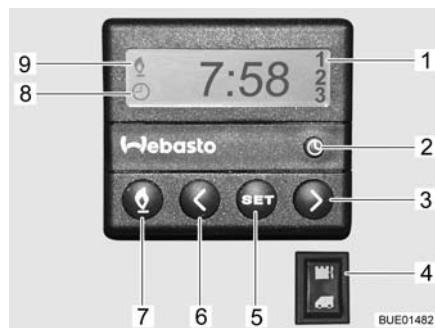

Fig. 124 Centralina di controllo (riscaldamento fisso)
- Premere il tasto (Fig. 124,7). Il funzionamento del riscaldamento viene indicato con il simbolo (Fig. 124,9). La ventola viene inserita solo quando la temperatura dell'acqua di raffreddamento è pari a 30 °C.
- Premere il tasto (Fig. 124,7). Il simbolo (Fig. 124,9) si spegne.
- Premere l'interruttore (Fig. 124,4) in alto. Il motore viene preriscaldato. La ventola viene inserita immediatamente.
- Premere l'interruttore (Fig. 124,4) in basso. Il motore rimane freddo.
- Premere il tasto (Fig. 124,2). L'impostazione dell'ora viene indicata con il simbolo (Fig. 124,8).
- Impostare l'ora con i tasti (Fig. 124,3 e 6).
- Premere il tasto (Fig. 124,5).
- Impostare l'orario di accensione con i tasti (Fig. 124,3 e 6) entro 10 secondi.
- Premere il tasto (Fig. 124,5) fino a che nel display (Fig. 124,1) non appare il numero di programmazione desiderato.